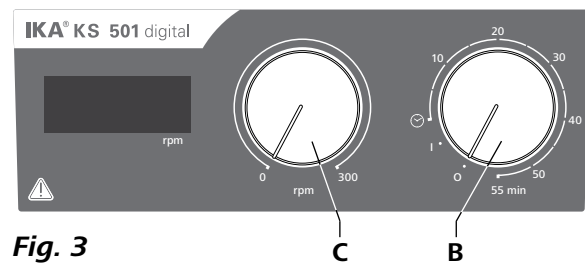

Fig. 3
- ☞ Zum Einschalten des Geräts drehen Sie den Reglerknopf „Timer“ (B, siehe Fig. 3) im Uhrzeigersinn in Position „1“.
- ☞ Zum Ausschalten des Geräts drehen Sie den Reglerknopf „Timer“ (B) in Position „0“.
- ☞ Stellen Sie die Motordrehzahl mit dem Reglerknopf „Drehzahl“ (C, siehe Fig. 3) ein. Die Motordrehzahl kann auf 0 bis 300 rpm.